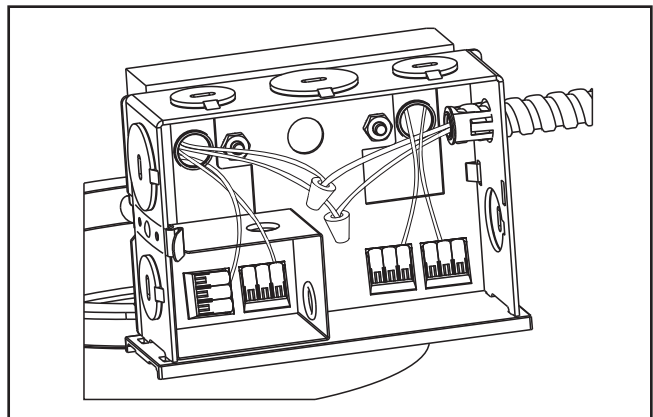

Figure 12
1. Acheminez l'alimentation électrique à la boîte de jonction (sur le cadre d'encaissement pour plâtre) selon le Code national de l'électricité ou le code d'électricité de votre région. L'isolant du fil d'alimentation doit avoir une caractéristique nominale d'au moins 90 °C. **The junction box is listed for (4) #12 AWG (two in, two out) 90°C conductors and feed thru branch wiring for type IC and Plug in drivers for 120/277V only. For all other cases (8) #12 AWG (four in, four out) 90°C conductors and feed thru branch wiring for 120/277V only.**
2. Retirez le couvercle de la boîte de jonction (Figure 12).